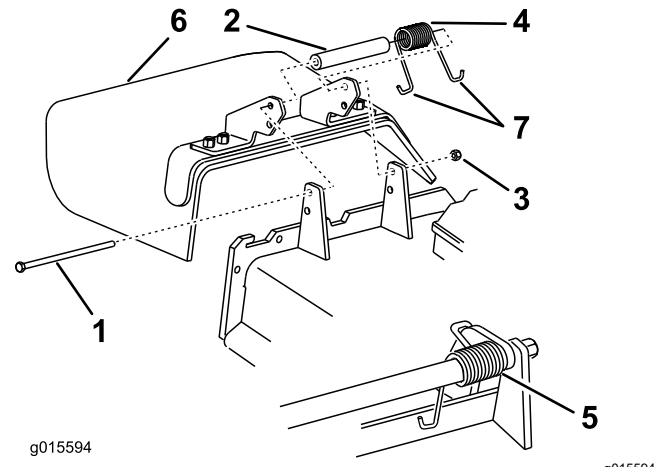

Figure 101
Remarque: Prenez soin de placer 1 extrémité en J du ressort derrière le bord du tablier avant de mettre le boulon en place, comme montré à la Figure 101.
6. Accrochez l'extrémité en J du ressort au déflecteur d'herbe (Figure 101).
1. Retirez le contre-écrou, le boulon, le ressort et l'entretoise qui fixent le déflecteur aux supports de pivot (Figure 101).
2. Enlevez le déflecteur s'il est endommagé ou usé (Figure 101).